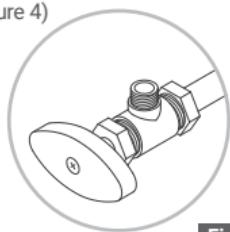

Figure 3
- Si la sortie de la vanne d'angle est de 3/8", elle peut être directement connectée à l'arrivée d'eau. (Figure 3)